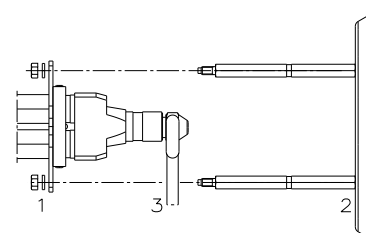

Fig. 16
- Remplacer le gicleur avec la clé 3) (Fig. 16).